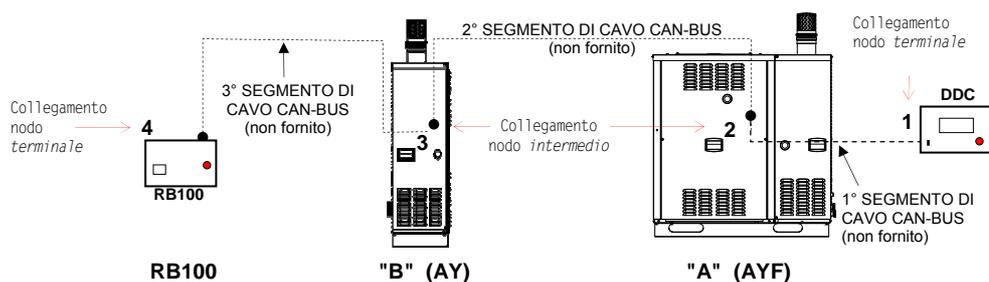

Figura 15 Esempi di rete CAN BUS con 4 nodi = 2 unità Robur + 1 RB100 + 1 DDC
Apparecchio e DDC comunicano tra loro in rete CAN BUS (Figura 15, a pagina 34).
La rete CAN-BUS illustrata nello schema di Figura 15 presenta i seguenti nodi:
- se il DDC è un **nodo intermedio** della rete (vedere Figura 15/Pagina 34): eseguire anche il punto 7;
- Se l'apparecchio è un **nodo intermedio** della rete (Figura 15/Pagina 34) eseguire anche il punto 7.